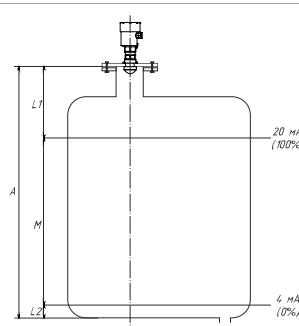

Рис. 1 – Диапазоны измерения
6. Параметры диапазона измерения (см. рис. 1)